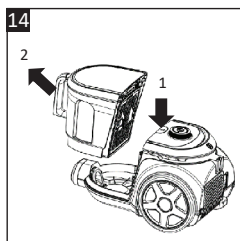

Fig. 14
- Videz régulièrement le compartiment à poussière (11). Ne laissez pas son contenu dépasser le repère de niveau « **MAX** ».
1. Maintenez le bouton de déverrouillage du compartiment à poussière (12) appuyé d'une main et soulevez le compartiment à poussière par sa poignée (10) de l'autre main pour le retirer de l'aspirateur (Fig. 14).